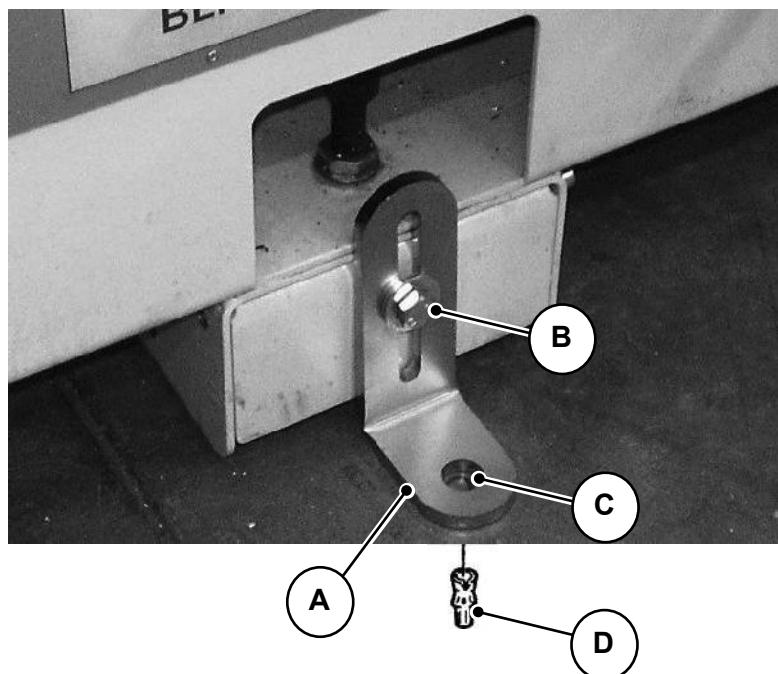

Fig. 05-19
A máquina é fornecida com 4 suportes (são os mesmos suportes usados para travar as cabeças). Os suportes "A" (Fig. 05-19) devem ser fixados nos lados dianteiro (2) e traseiro (2) da máquina (ver Ref. "B") (em correspondência com a 2^a travessa esquerda e a última barra à direita) e ao solo como indicado na figura.